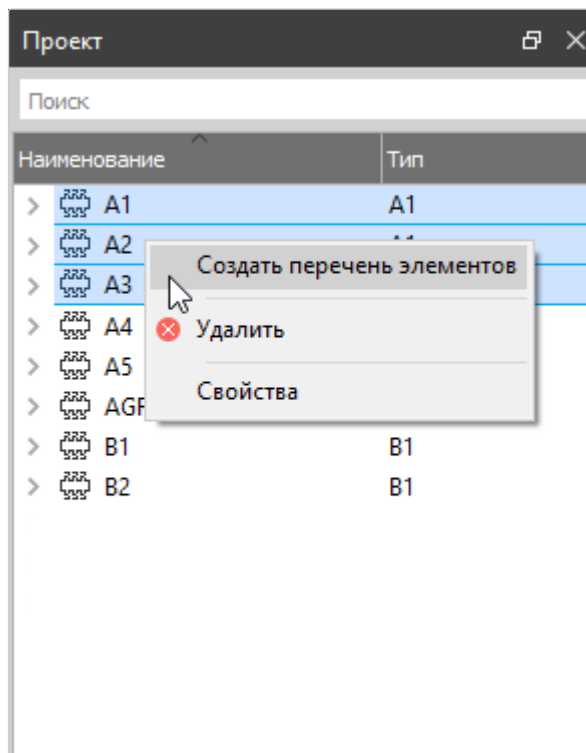

Рисунок 269. Создание перечня элементов
- 2) Вызвать контекстное меню и выбрать команду «Создать перечень элементов» (см. рисунок 269).